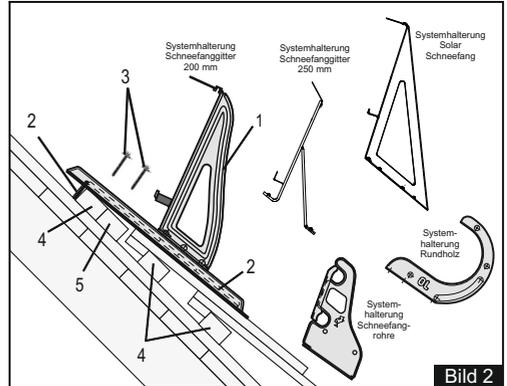

Bild 2
- Haltebügel (2) von oben mit den mitgelieferten Bohrschrauben (3) an den Dachlatten (4 + 5) befestigen. (Bild 2)